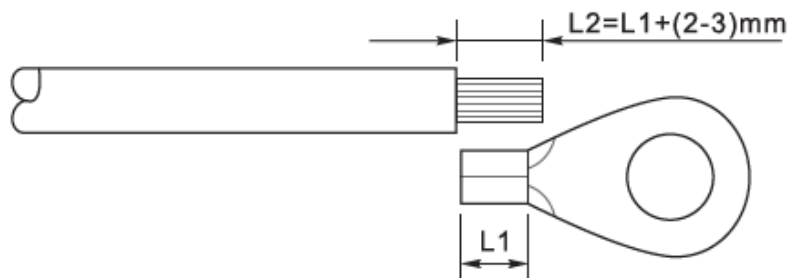

Figura 14 - Preparazione del cavo di terra (1)
- 1) Rimuovere una lunghezza adeguata dello strato di isolante esterno usando uno spella cavi, come mostrato nella Figura 14.